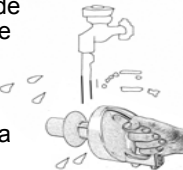

Fig. 13
8. Para separar el filtro de residuos del recipiente de polvo, sostenga el recipiente de polvo en una mano y gire la cubierta hacia la derecha; luego, sepárelos. Para limpiar el filtro de residuos, recomendamos enjuagarlo bajo agua corriente tibia para retirar la suciedad que tenga acumulada, pero siempre deje secar completamente al aire antes de volver a insertar en la aspiradora. (Fig. 13)